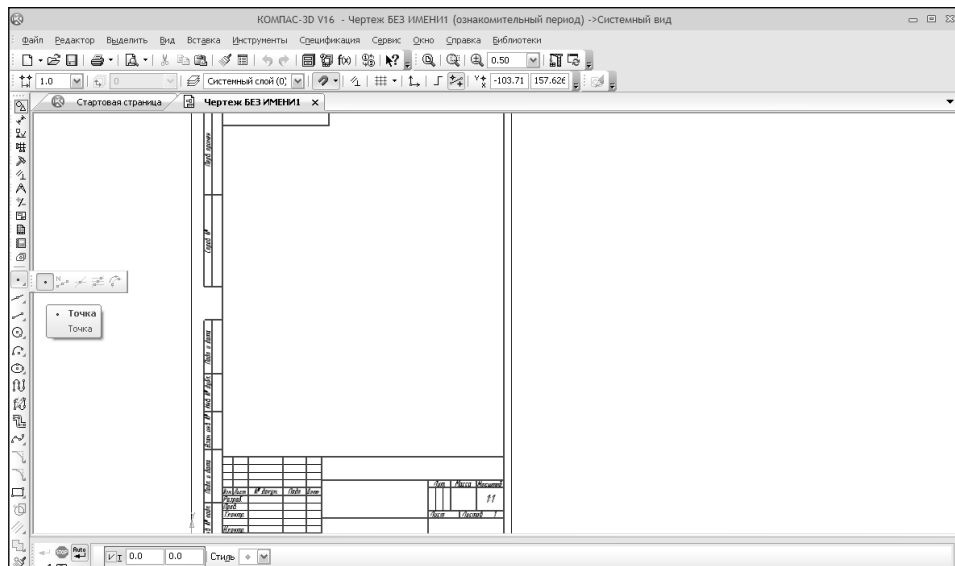

Рис. 10.1. Команда «Точка»
- Кнопка **Точка**  предназначена для построения произвольно расположенной точки (рис. 10.1). Ее можно установить, назначив координаты на панели параметров или указав мышкой в графическом окне место расположения.